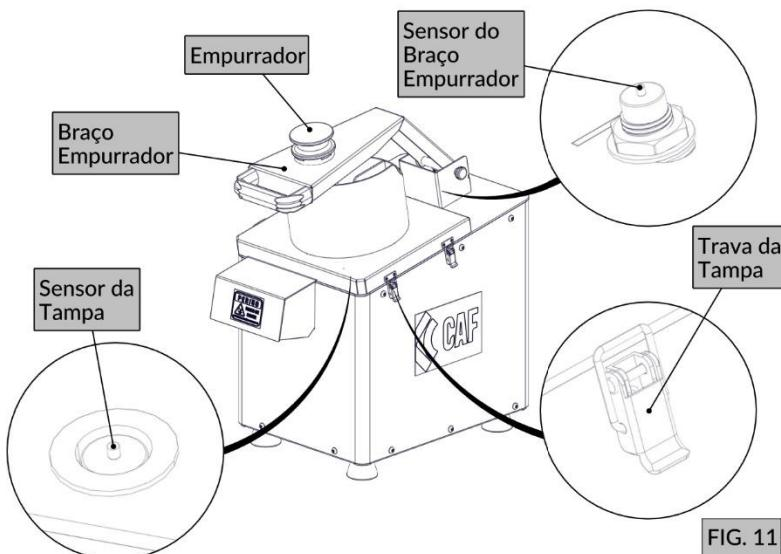

FIG. 11
- Travas da tampa (FIG. 11): Impedem o acesso a zona de processamento da máquina.
- Empurrador (FIG. 11): Utilizado para empurrar o produto dentro do bocal de alimentação menor contra os discos.
- Braço empurrador (FIG. 11): Utilizado para empurrar o produto do bocal de alimentação maior contra os discos.
- Sensor de abertura (FIG. 11): Impede que a máquina funcione enquanto o braço empurrador estiver fora da posição segura de funcionamento.